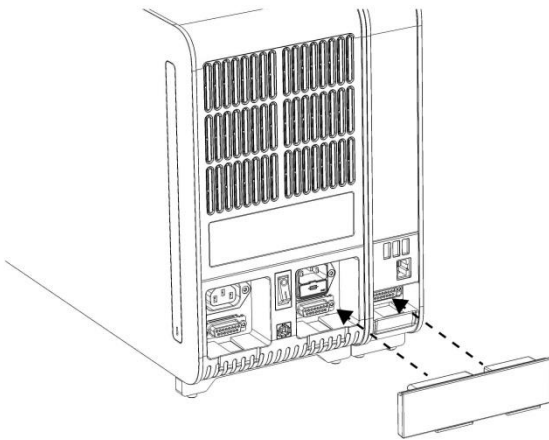

Figura 5. Conexión del puente del módulo operativo/analítico.
5. Conecte el puente del módulo analítico/operativo en la parte posterior del QIAstat-Dx Analyzer 1.0 para enlazar el módulo operativo y el módulo analítico (figura 5).